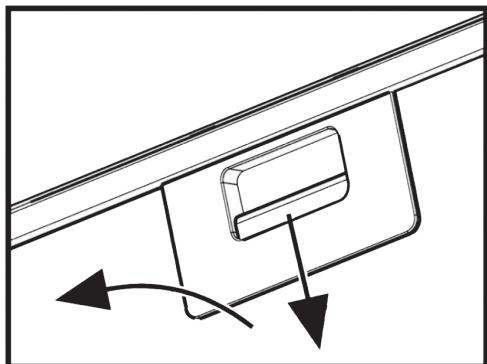

Рис. 6
7.10 Для снятия алюминиевого фильтра **[рис.6]** необходимо нажать на пружинную задвижку и, потянув на себя и вниз, снять фильтр с панели. Установку фильтра выполнить в обратном порядке.